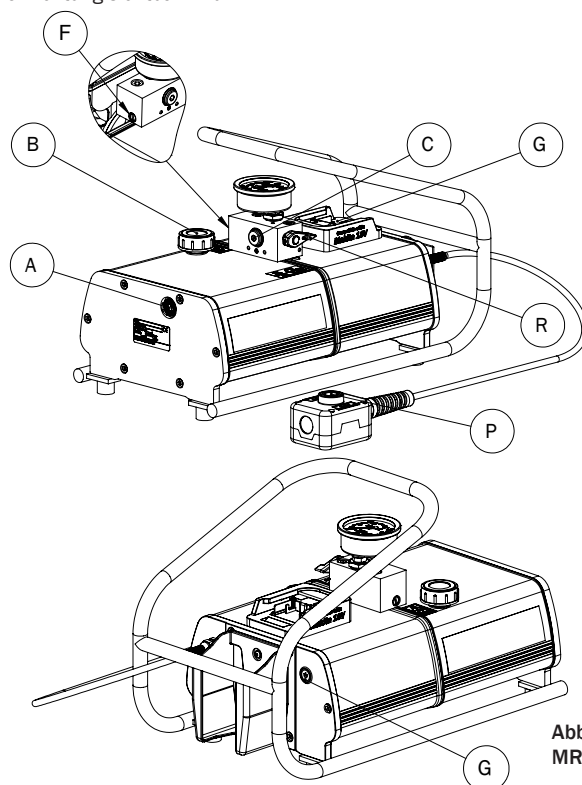

Abb. 10
- Schrauben Sie die Öleinfüllschraube ab (Abb. 10, Pos. B).
- Füllen Sie den Ölbehälter durch die Einfüllöffnung bis der Ölfüllstand die Mitte des Ölstandsglases (Abb. 10 Pos. A) erreicht hat.
Die Einstellung des Maximaldrucks erfolgt durch Drehen der Einstellschraube (Abb. 10 und Abb. 11, Pos. F) Um den Druck zu erhöhen, drehen Sie im Uhrzeigersinn.
El tapón de llenado de aceite tiene una válvula de ventilación de aire incorporada que evita la presión excesiva o insuficiente del contenedor de aceite (fig. 10 pos. B).
Tapón de vidrio de nivel para comprobar fácilmente el nivel de aceite (fig. 10 pos. A)